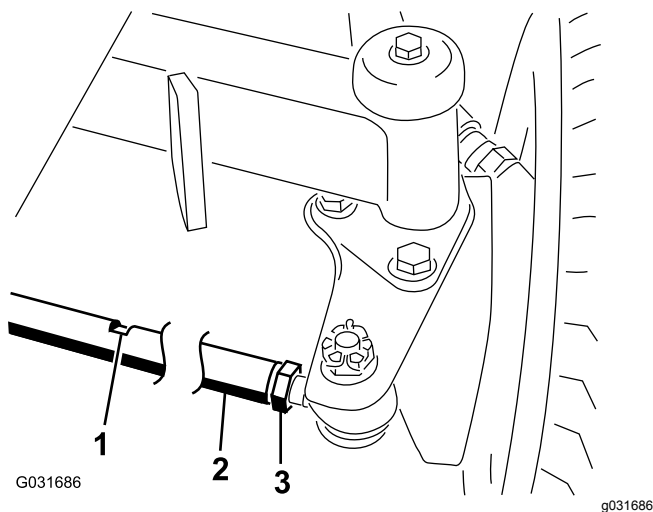

Figure 67
2. Desserrez l'écrou de blocage à chaque extrémité de la biellette (Figure 67).